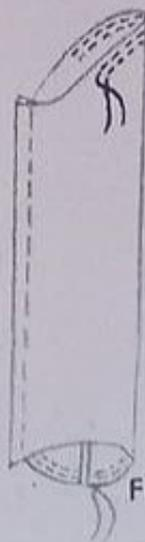

Fig. 1
2. **Arrondi de la jupe** (fig. 1). — La chose est facile, mais pour ne pas avoir à y revenir plusieurs fois, il faut travailler minutieusement. La longueur de la jupe ayant été déterminée comme il a été précédemment indiqué, marquer par une épingle piquée au bas de la jupe la longueur désirée. La distance du sol à cette épingle est reportée tout autour de la jupe à l'aide d'une règle graduée, qu'il faut tenir bien droit, et d'épingles piquées de 10 en 10 cm. environ, sans replier le rentré. Pour enfiler les épingles bien d'aplomb, glisser la main gauche sous la jupe, tandis que la droite placera les épingles. *Remarque* : On peut pallier le manque de règle en empilant sur le sol boîtes ou livres jusqu'au niveau de l'ourlet. En tournant, la jupe doit effleurer la pile sans s'y appuyer pour conserver sa tombée naturelle. L'arrondi ainsi souligné, poser la jupe à plat pour réunir les épingles par un trait de craie continu. Bâter l'ourlet en suivant ce tracé. Passer le bâti tout au bas, le haut sera fixé momentanément par des épingles (placées verticalement). Faire un dernier essayage, vérifier l'arrondi, après quoi il ne reste plus qu'à régulariser le rentré en supprimant l'excédent de tissu.
PRÉPARATION AU PLISSAGE. — Ajouter les panneaux, lisière contre lisière, en une bande qui ne sera fermée qu'après le montage de la taille. Ouvrir les coutures puis faire l'ourlet et le repasser. Souligner alors par un bâti la ligne hauteur de hanches, voir figure 1. — *Remarque* : ne pas supprimer avant le plissage la largeur de l'étoffe en trop afin de pouvoir pallier les étourderies.
1. **Marquer les plis.** — Figure 1. Poser la bande à plisser à l'endroit, l'ourlet vers soi. Marquer à l'aide d'épingles dans le haut et le bas, en partant de l'extrémité devant (ou droite) : 1^o la largeur de la couture; 2^o 5 cm. ou la profondeur d'un pli, ce qui donnera le premier « coupant » de pli A; 3^o 10 cm. soit une largeur et une profondeur de pli, pour marquer le fond de pli B; 4^o 5 cm. et l'on aura le second « coupant » C; 5^o 10 cm. D, puis alternativement marquer 5 cm., 10 cm., etc., jusqu'à l'extrémité de la bande, côté dos, qui doit se terminer obligatoirement par une largeur de pli : 5 cm., le double : 10 cm. et une couture. Réunir alors les épingles par un trait de craie que l'on fait sur l'endroit pour les « coupants » : A-C-E, etc., et sur l'envers pour les fonds de pli : BD.
4. Placer les épingles de retouche en nombre suffisant en les fixant de biais, presque perpendiculairement par rapport à la ligne à retoucher, voir figure 1.
2. **CONTROLLER LES APLOMBS DE POITRINE ET DE CARRURE,** fig. 1 et 2. *Principe* : les 2 fils de sens doivent rester tout à fait horizontaux. Remarque : dans le chemisier classique, les 2 bâtis suivent exactement le droit fil. *Rectification* : si le tracé s'abaisse vers l'attache du bras, débâter la couture d'épaule et remonter la pièce du dos ou du devant selon le cas, jusqu'à redressement complet de la ligne d'aplomb incriminée (fig. 3).
3. **VÉRIFIER LES EMMANCHURES.** *Principe* : Une emmanchure doit être *exacte* si l'on veut conserver toute liberté de mouvement une fois la manche montée, voir fig. 4. Plus une emmanchure est grande, plus elle « entraîne » le vêtement et par suite entrave le jeu des bras, voir figure 5. Elle devra donc s'appliquer sur l'entournure (ou attache du bras) sans « bâiller », voir figure 1.
2. **UNE MANCHE DOIT ÊTRE PLUS LARGE QUE L'EMMANCHURE DU CORSAGE** sur laquelle elle est montée. Soutenue à peine sur sa moitié inférieure, elle est très légèrement froncée à sa partie supérieure ou « tête de manche ». Pour répartir ces quelques cm. d'ampleur et pour monter aisément la tête de manche, il est indispensable d'y passer 2 rangs de fronces, (fig. 1).